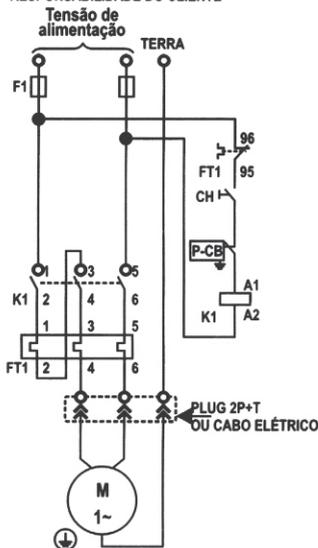

FIGURA 6 - MOTORES MONOFÁSICOS
A tensão (V) do comando (figura 6,7,8 e 9 será sempre em 220Vca para a tensão da rede respectivamente: